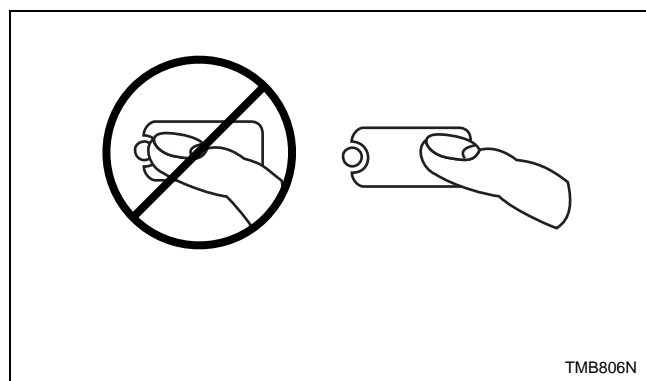

Figura 5
**NOTA:** No pulse directamente las luces ni el centro de la tecla. Para efectuar una selección apropiada, pulse la tecla ligeramente a la derecha del centro. Consulte la *Figura 5*.